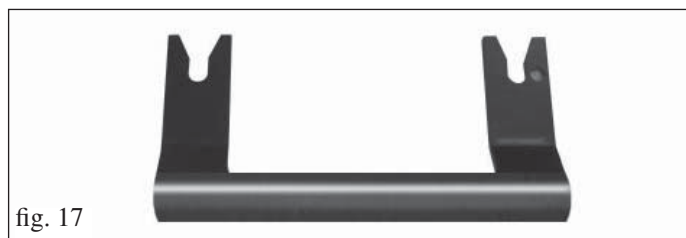

fig. 17
- Para la apertura de la puerta utilizar la manija correspondiente extraíble incluida en el suministro (fig. 17).